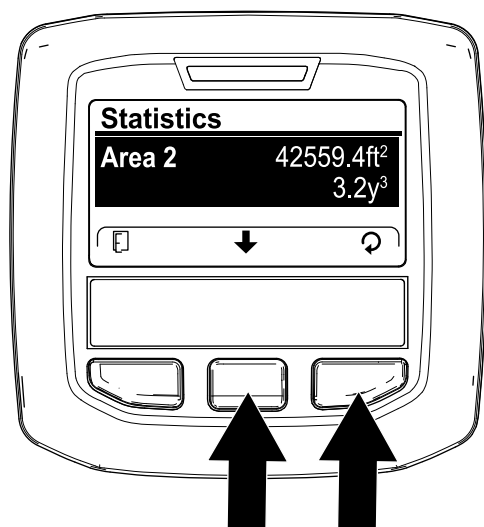

図 109
3. 統計画面で、インフォセンターの中央のボタンで AREA 2 選択する 図 109。